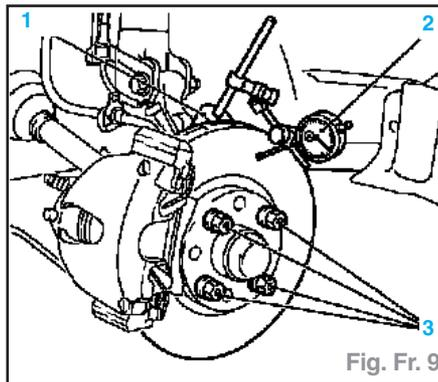

Fig. Fr. 9
- Mettre des rondelles compensatrices et serrer les écrous (3), fixer le comparateur (2) sur le pied magnétique (1) (Fig. Fr. 9).